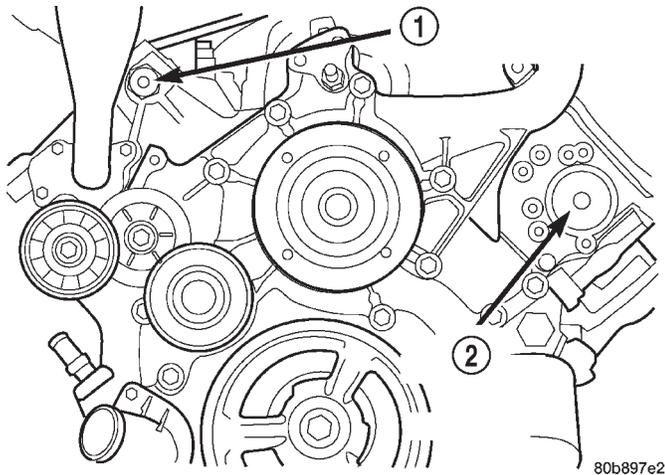

Abb. 53 Verschlußstopfen/Zylinderkopf
(17) Den linken Sekundärkettenspanner ausbauen. Näheres hierzu siehe "Steuerkette und Kettenräder" in diesem Abschnitt.
(18) Verschlussstopfen am Zylinderkopf entfernen (Abb. 53).
(19) Führung der linken Sekundärkette ausbauen. Näheres hierzu siehe "Steuerkette und Kettenräder" in diesem Abschnitt.
(20) Befestigungsschraube des Nockenwellenrads herausdrehen.